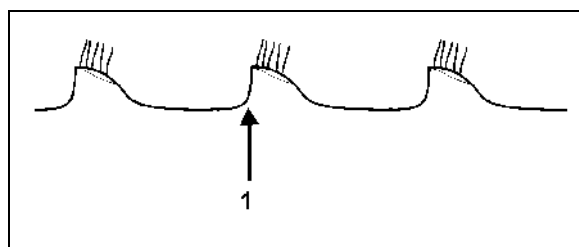

Fig. 22
- (Fig. 22): 2. tallerkenrækkes skærekant er ikke synlig og følger 1. tallerkenrække: Stil 1. tallerkenrække mod venstre.